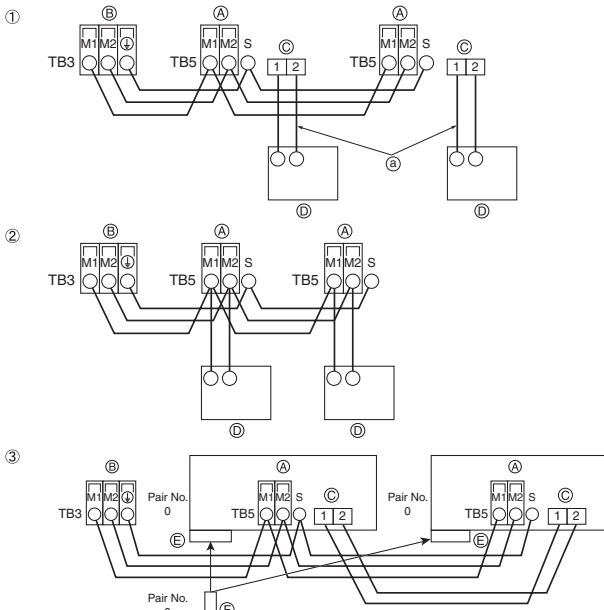

Fig. 5-4
5.4. Uzaktan kumanda ünitesi, iç ve dış iletim kablolarının bağlanması (Fig. 5-4)